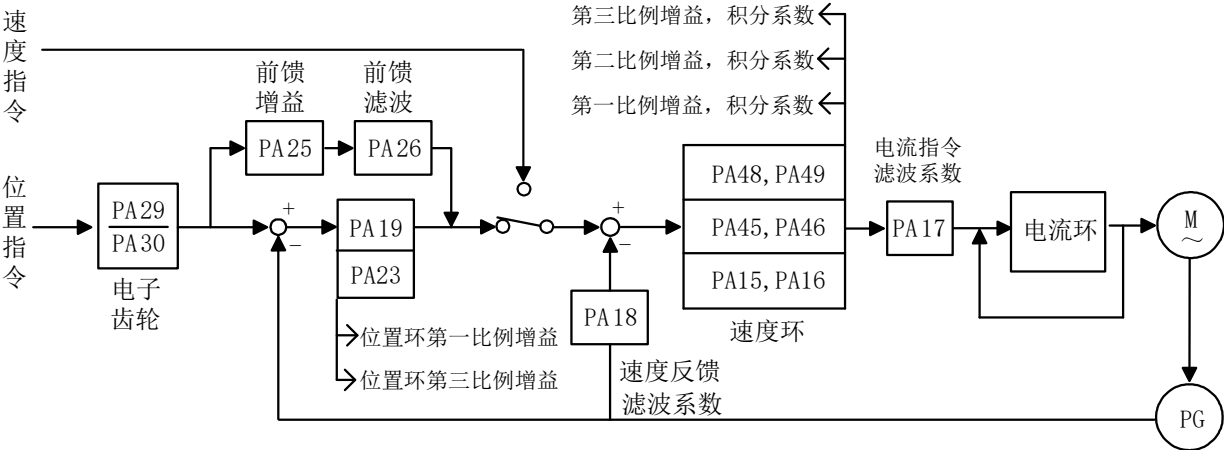

图 6-1 基本性能参数调整图
- 图 6-1 为伺服驱动单元性能参数调整图，用户在使用过程中，可能因为电动机或负载的不同，需要依据图 6-1 原理对部分参数进行适度调整，以达到电动机最佳的工作状态。
- 一般来讲，图 6-1 中的参数应先调整速度环，再调整位置环。（电流环参数出厂已经优化，用户不需要调整。）